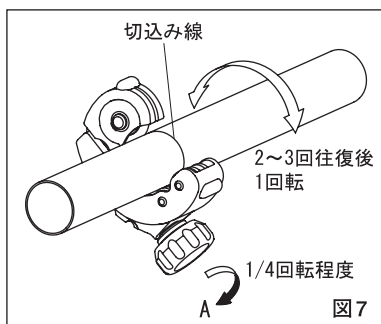

図7
- ②カッター刃がパイプに当たったところから、さらにグリップを矢印Aの方向に1/4回転程度まわしてから本体をパイプ外周にそって90°程2~3回往復させます。さらに本体を1周させ全周に切込み線をつけます。(図7)
- ③その後、グリップをゆっくり回し、(本体3~4回転につきグリップ1/8回転程度)徐々に切り込みを深くしながら、本体を矢印の方向へ回転させパイプを切断してください。